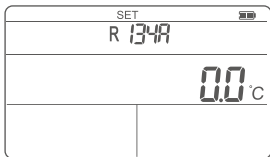

图7 温度单位设置界面
2.短按  /  切换温度单位(图7)。
❶ 若只需设置温度单位,执行完步骤2后即可长按退出设置。